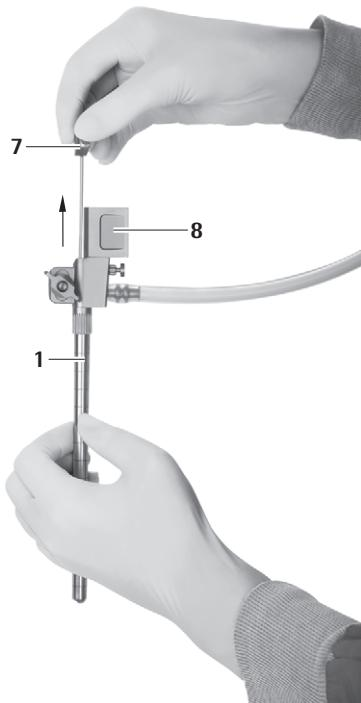

Рис. 9
- ▶ Осторожно извлечь обтюратор рабочего канала 7 из троакара MINOP InVent 1, см. Рис. 9.